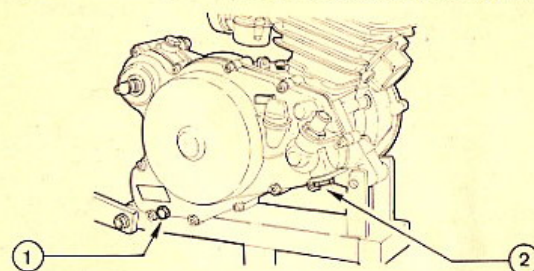

FIG. 8 Viti di scarico
- 1) Disincrostare periodicamente la parte termica dai depositi carboniosi. Prima di eseguire questa operazione è necessario vuotare sempre l'impianto di raffreddamento rimuovendo l'apposita vite (fig. 8) per evitare che il liquido refrigerante entri all'interno del motore. La disincrostazione va fatta con un comune raschietto evitando di asportare materiale e che i depositi carboniosi cadano all'interno del motore, poiché ai primi scoppi, essi risalirebbero attraverso i travasi diventando un serio pericolo per la canna del cilindro.
- 1) Togliere l'olio dal motore rimuovendo l'apposita vite di scarico (n° 1 in fig. 8) e scaricare il liquido togliendo la vite sul coperchio (n° 2 in fig. 8).